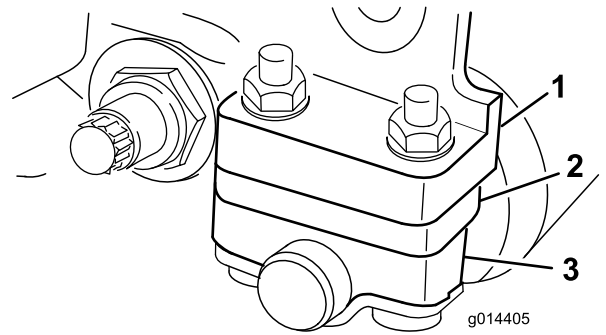

Figure 7
1. Réglez les supports du rouleau arrière à la plage de hauteur de coupe voulue en plaçant le nombre correct d'entretoises sous la bride de fixation de la plaque latérale (Figure 7) en vous reportant au Tableaux de sélection des hauteurs de coupe et des contre-lames (page 12).